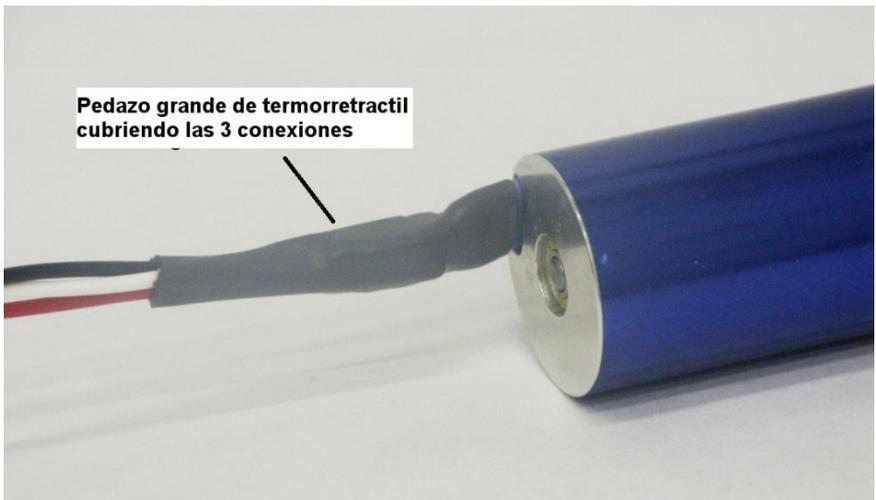

Figura 2-10
- Después que las conexiones son cubiertas, aplique la pieza grande de cubierta termorretractil para cubrir las tres conexiones como un grupo. Mientras la cubierta termorretractil está caliente aun, enrolle el conjunto como una “cola de caballo” detrás del motor (Figura 2-10) para hacer lugar para la estructura dentro de la cubierta exterior cuando lo monte nuevamente.